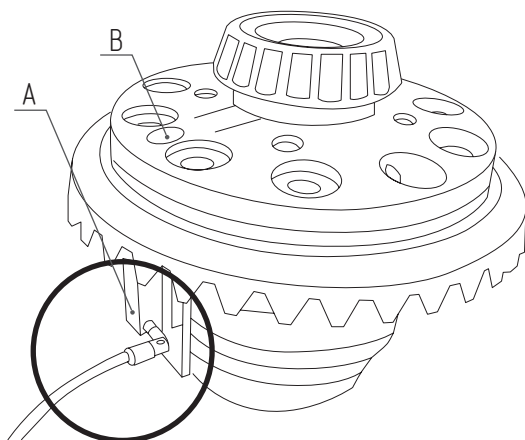

Рис. 9
6. Крышка корпуса дифференциала имеет 2 проточки для съёмника подшипника. Актуатор **А** [2.2] расположите на одной линии с болтом крепления главной пары (и проточкой **В** (Рис. 9).